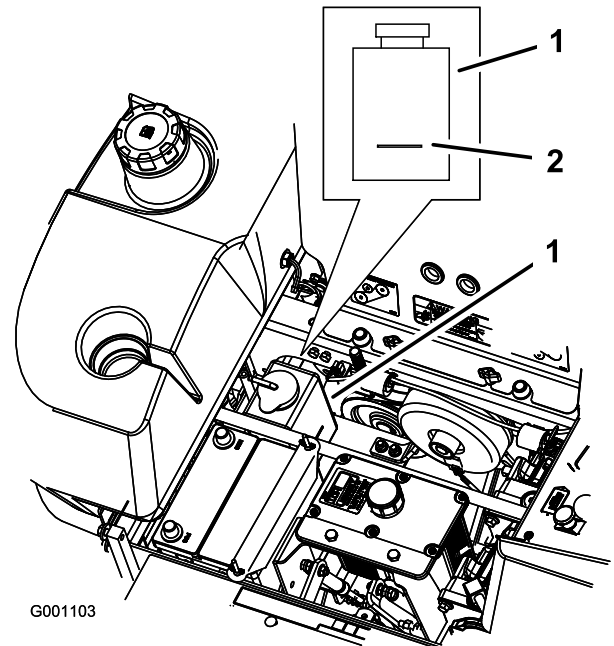

Bild 57
3. Überprüfen Sie bei abgekühltem Motor den Stand des Überlaufgefäßes. Der Flüssigkeitsstand muss mindestens das Niveau der an der Außenseite der Überlaufgefäßes angebrachten Markierung haben (Bild 57).
4. Ist der Kühlmittelstand zu niedrig, füllen Sie ein 50/50-Gemisch aus Frostschutzmittel und Wasser in das Überlaufgefäß (Bild 57).
5. Geben Sie das 50/50 Kühlmittelgemisch in das Überlaufgefäß bis zur am Gefäß angebrachten Markierung (Bild 57).